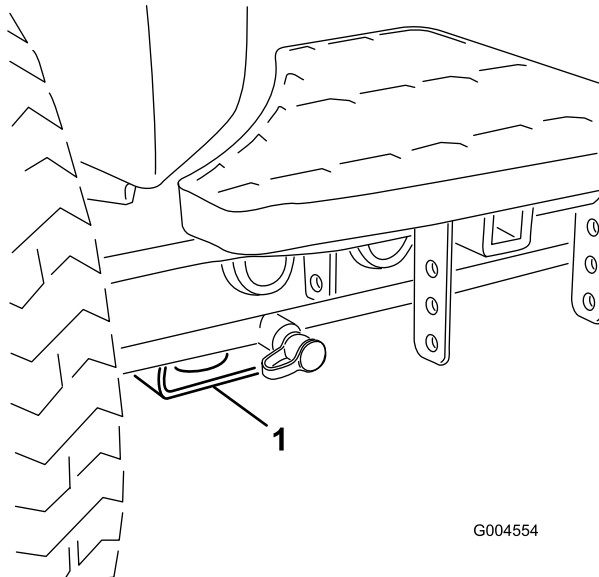

Figure 43
- Avant – patin rectangulaire sous le tube d'essieu, à l'intérieur de chaque roue avant (Figure 43).